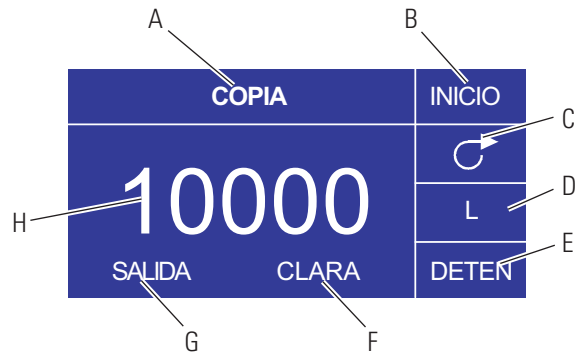

Figura 3-8. Pantalla de fijación de copia
- D. **Pantalla de cantidad de copias:** Consulte *Pantalla de fijación de copia*, Figura 3-8.